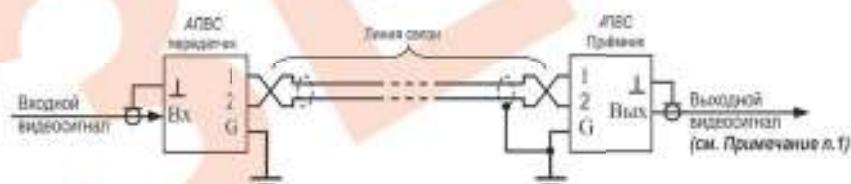

Рис.2 Схема включения АПВС-5М с заземлением и передатчика и приёмника
- Варианты включения АПВС-5М показаны на рис.2 и 3.